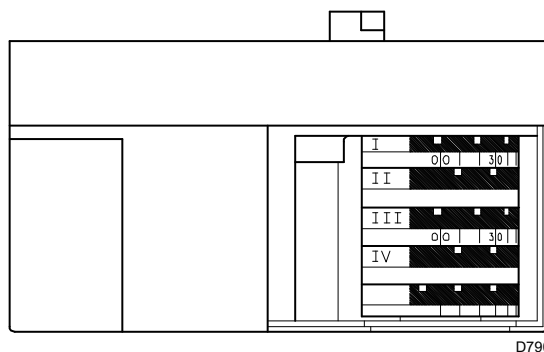

Abb. 31
- 66 s :** Der Stellantrieb dreht sich nach links, bis der Kontakt am Nocken III) (Abb. 31) auslöst.